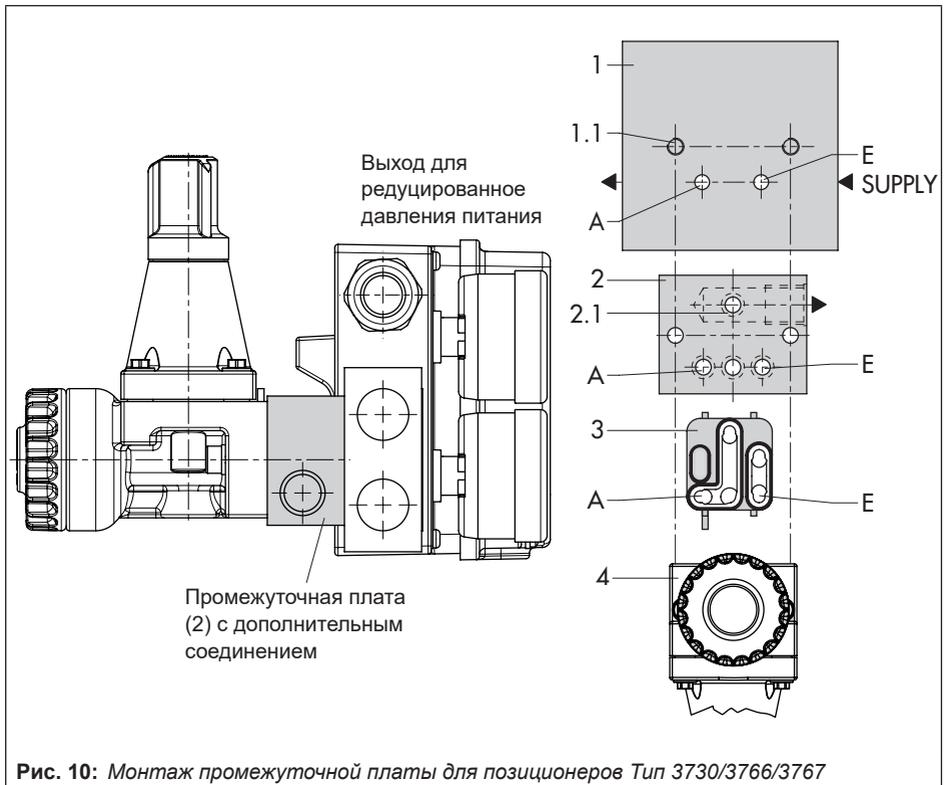
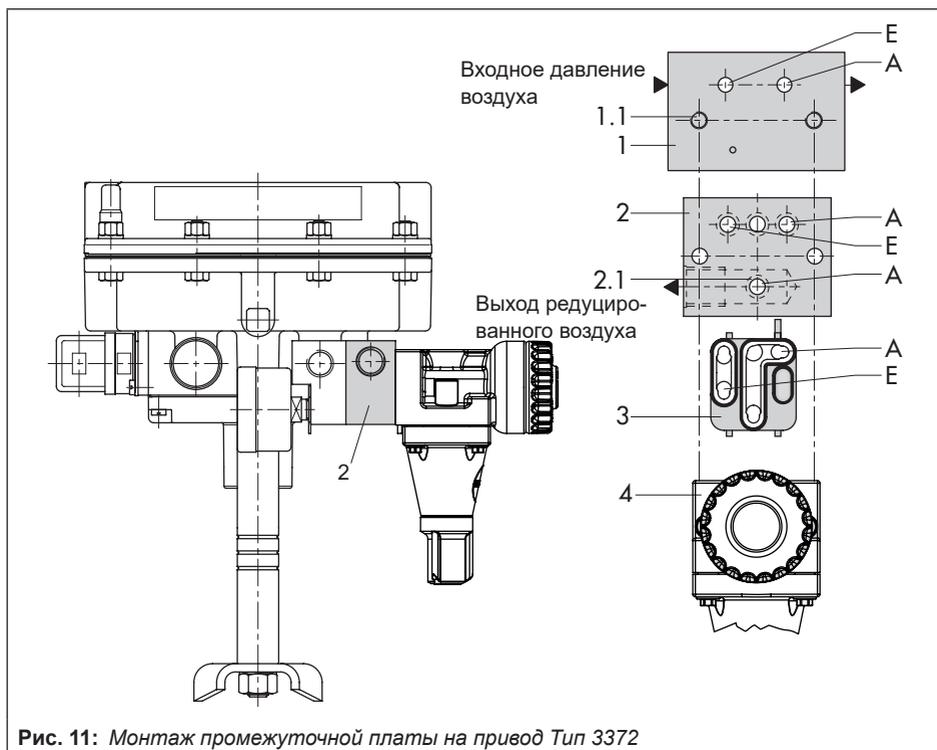

Рис. 10: Монтаж промежуточной платы для позиционеров Тип 3730/3766/3767
Рис. 11: Монтаж промежуточной платы на привод Тип 3372
1. Вывинтите крепёжные винты и снимите регулятор давления (4) вместе с уплотнением распределителя (3) с адаптерной платы (1), не изменив при этом положение уплотнения распределителя в регуляторе давления.
- Удлинённый резиновый штуцер уплотнения распределителя (3) всегда должен смотреть в направлении выпускного отверстия регулятора (редуцированное давление питания) (см Рис. 10 и Рис. 11).
2. Вставьте уплотнительные кольца (2.1) в отверстия промежуточной платы (2).
4. Установите регулятор давления (4) с уплотнением распределителя (3) на промежуточной плате (2). Проденьте удлинённые крепёжные винты в соответствующие отверстия и крепко свинтите конструкцию.